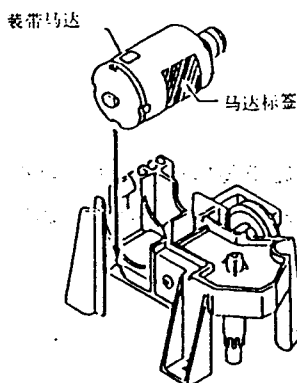

图1-71
1. 拆去装带马达后，按图1-71所示要求将一新的装带马达安装就位。
2. 按图1-71所示要求安置新准备的装带马达，使马达处于其标签即目可视之位置，并使装带马达轴的螺孔与装带装置上的突出部准确相对，带有箭头标记的马达尾端与之相互对齐。